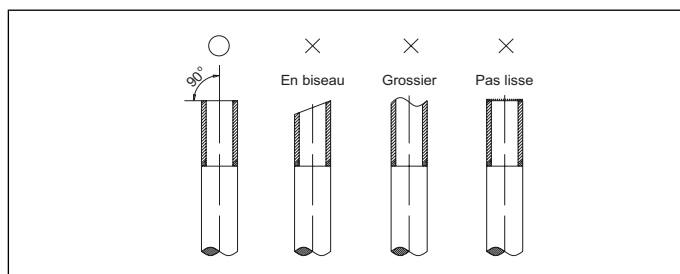

Figure 27. Coupe des tubes
4. Couper les conduites avec un coupe-tube. Les coupes doivent être plates et lisses comme illustrées à la « Figure 27. Coupe des tubes ».